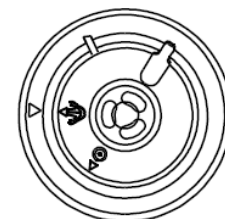

Abb. 2
3. Bereiten Sie den Druckdeckel (2) vor, siehe Abb. 2.
- Die Schutzabdeckung, auf der sich die Dichtung befindet (4), ist durch Ziehen am Metallzahn auf der Unterseite des Deckels zu trennen. Nehmen Sie die Dichtung (4) ab und reinigen Sie diese. Überzeugen Sie sich, dass die Dichtung (4) nicht beschädigt, bzw. nicht angerissen ist. Bei Beschädigung ist diese auszutauschen. Überzeugen Sie sich, dass das Schwimmerventil (3) sauber und frei beweglich ist.
4. Ergreifen Sie den Druckdeckel (2), drehen Sie mit dem Griff im Uhrzeigersinn und heben Sie den Deckel senkrecht nach oben.
5. Nehmen Sie den Innenbehälter (8) heraus. Das Gesamtvolumen von Lebensmitteln und Wasser sollte 2/3 des Volumens vom Innenbehälter nicht überschreiten.
6. Überzeugen Sie sich, dass die Innenoberfläche des Körpers des Geräts (9) trocken ist, und legen sie den Innenbehälter (8) in den Körper des Geräts (9) ein.
7. Setzen Sie den Druckdeckel (2) auf und drehen Sie gegen den Uhrzeigersinn, bis das Einrasten hörbar ist. Zu diesem Zeitpunkt sitzt der Deckel an der richtigen Stelle.
8. Wir weisen darauf hin, dass das Druckventil (1) frei beweglich sein muss, damit der Kochtopf richtig funktioniert.